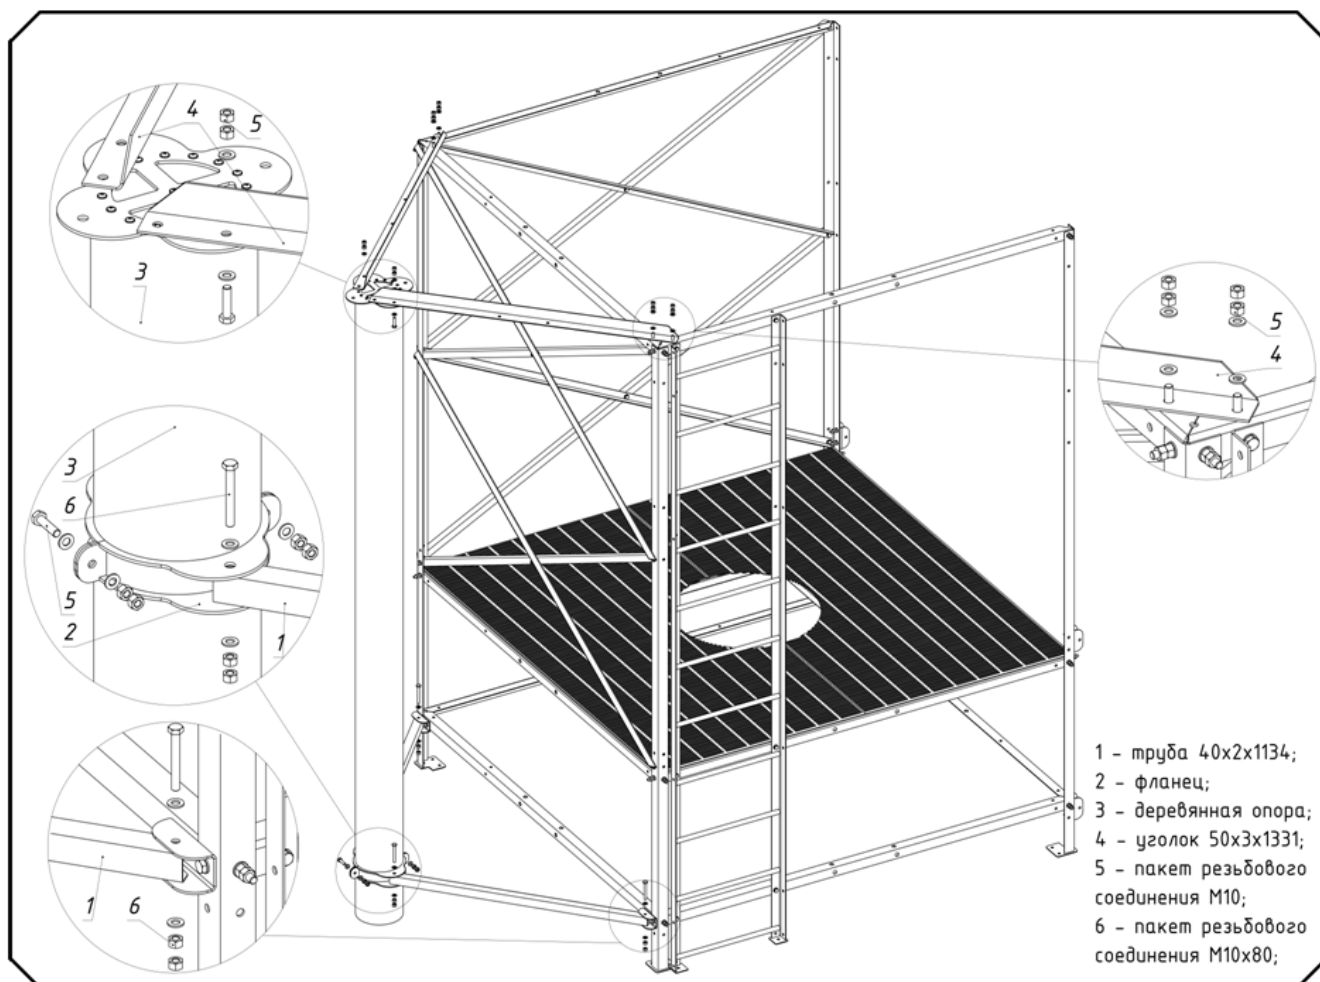

Рис. 5 Монтаж деревянной опоры
- 1) Детали поз. 1 при помощи поз. 6 пакета резьбового соединения М10х80 (болт М10х80, гайка М10 2 шт., шайба М10 2 шт.) соединить с пятками, смонтированным на каркас ранее, как показано на рис. 5;